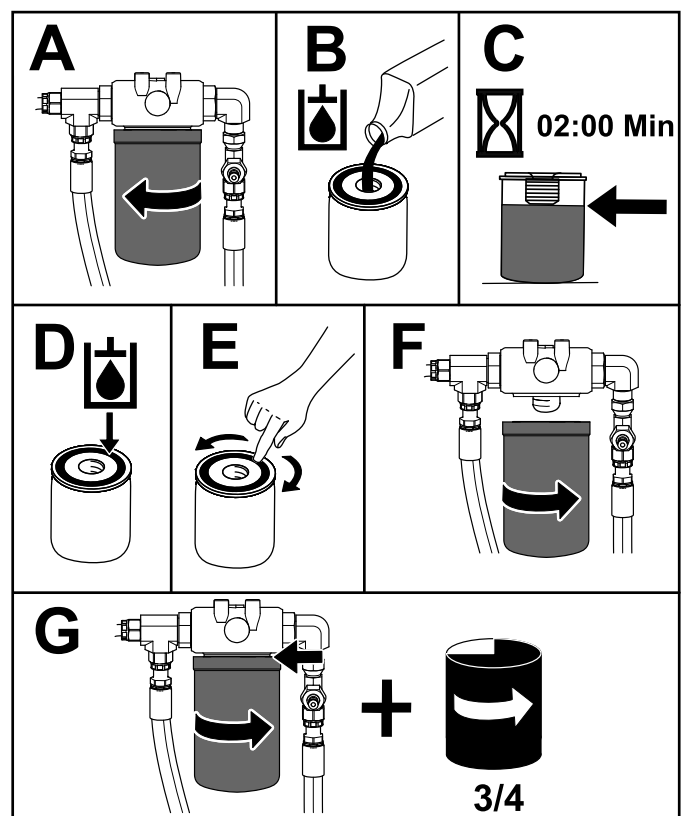

Figure 81
9. Placez un bac de vidange sous le filtre arrière et remplacez le filtre (Figure 81).